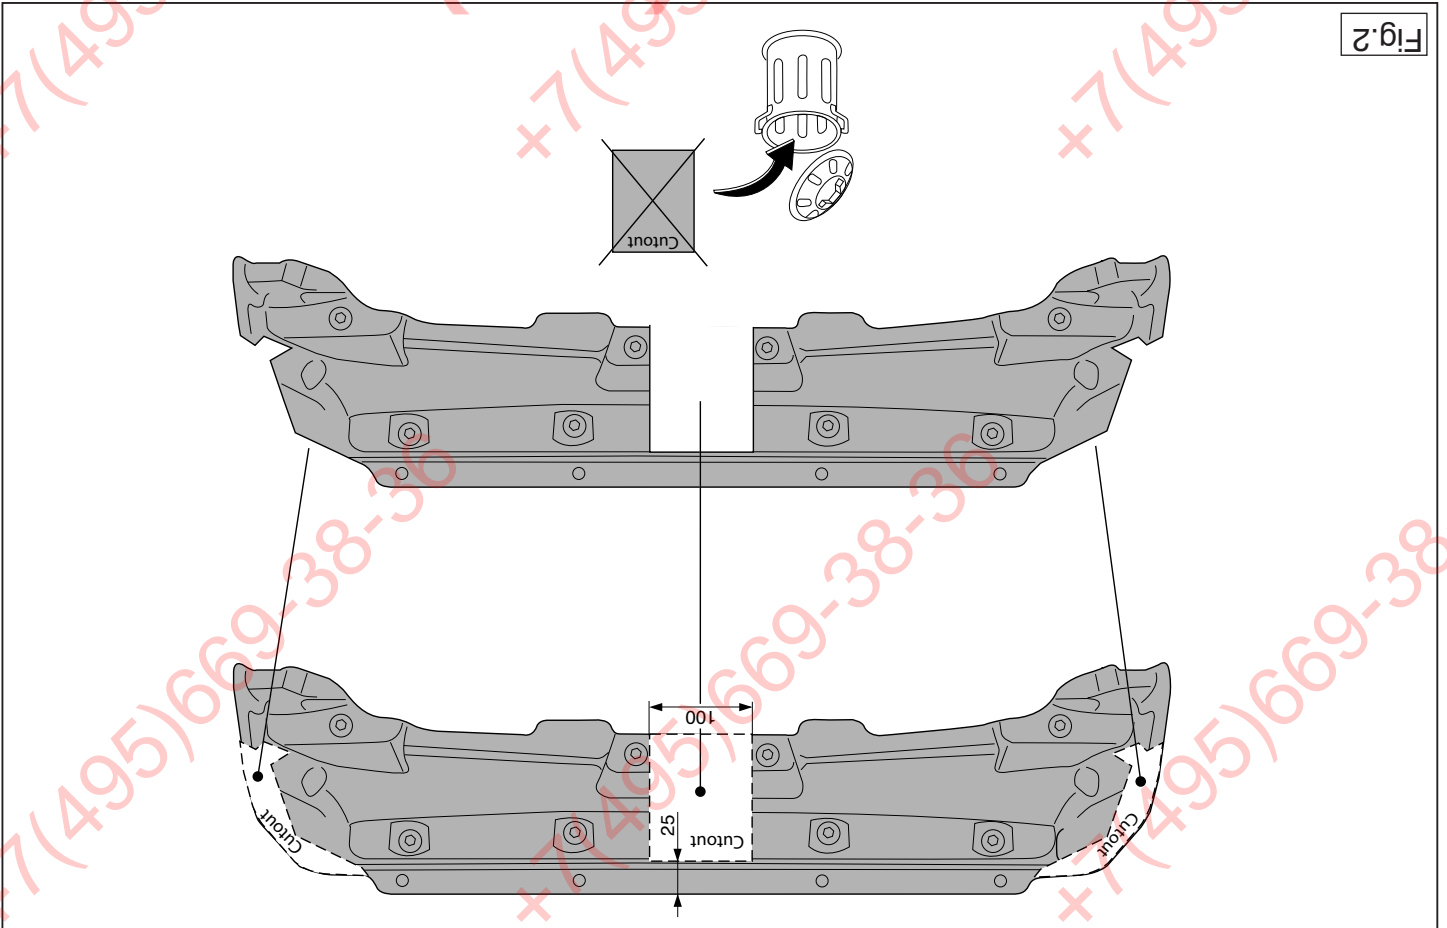

Fig.2
7. Saw a portion out of the heat shield as shown in figure 2.
7. Gemäß der Abbildung 2 ein Stück aus dem Hitzeschild sägen.
5. Découper un morceau du bouclier thermique conformément à la figure 2.